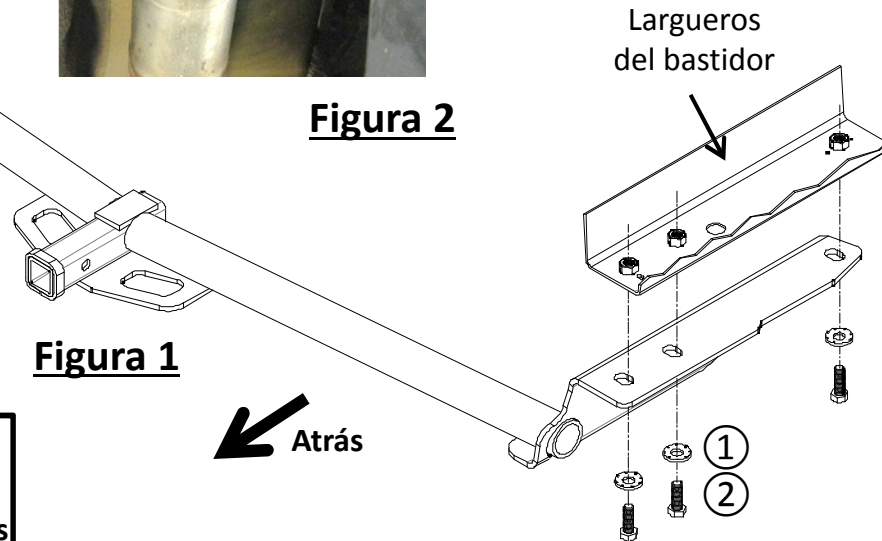

Figura 1
- Instalar el enganche:** Levantar el enganche a su posición y deslizarlo con cuidado hacia el tubo de escape del lado del pasajero primero. Instalar sin apretar pernos M12 ② y arandelas cónicas ① en el enganche, ver la **Figura 1**.
3. Instalar el enganche: Levantar el enganche a su posición y deslizarlo con cuidado hacia el tubo de escape del lado del pasajero primero. Instalar sin apretar pernos M12 (2) y arandelas cónicas (1) en el enganche, ver la **Figura 1**.